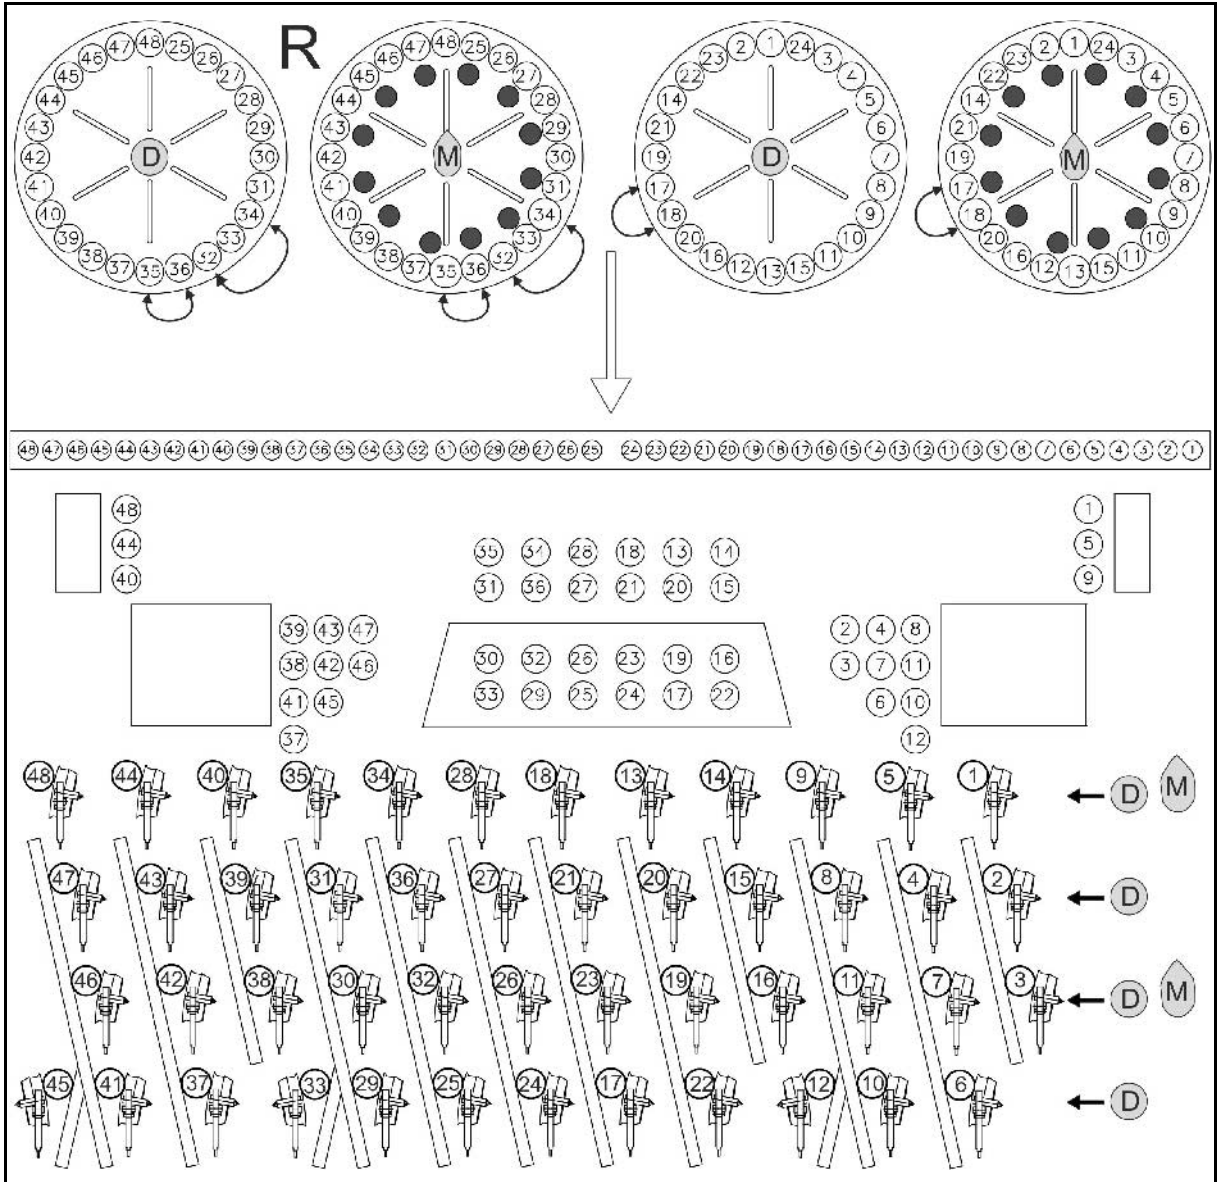

Рис. 38
- Кукуруза **M**: установите заглушки согласно Рис. 38.